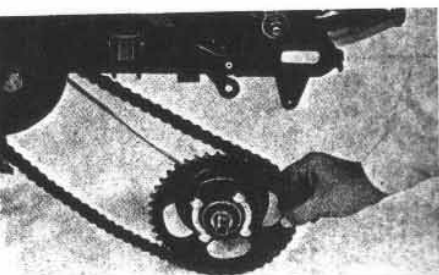

Fig. 77 Demonteren van achterkettingtandwiel
① Remschoen'voering
- 7) Draai de kettingwielasmoer los en verwijder de kettingwiel-naaf met as uit de achtervork. (Fig. 77)